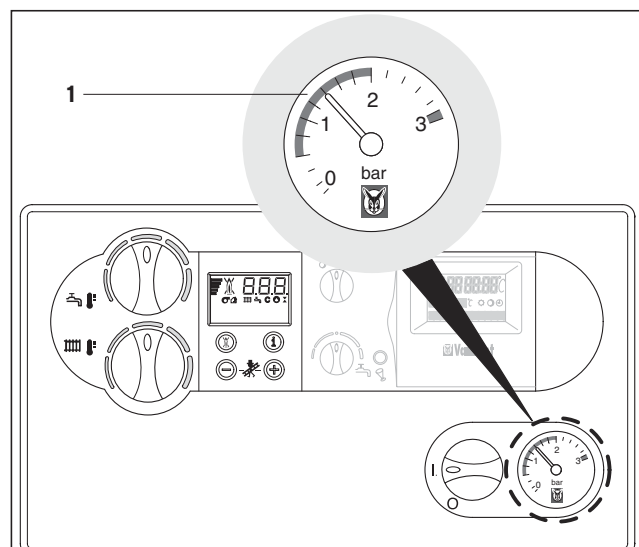

Рис. 3.15 Заполнение аппарата и системы отопления
Для безупречной работы системы отопления при холодной системе стрелка на манометре (1) должна находиться в области давления при наполнении 1,0-2,0 бар (рис. 3.15). Если стрелка находится ниже 0,8 бар, добавьте воду в систему.